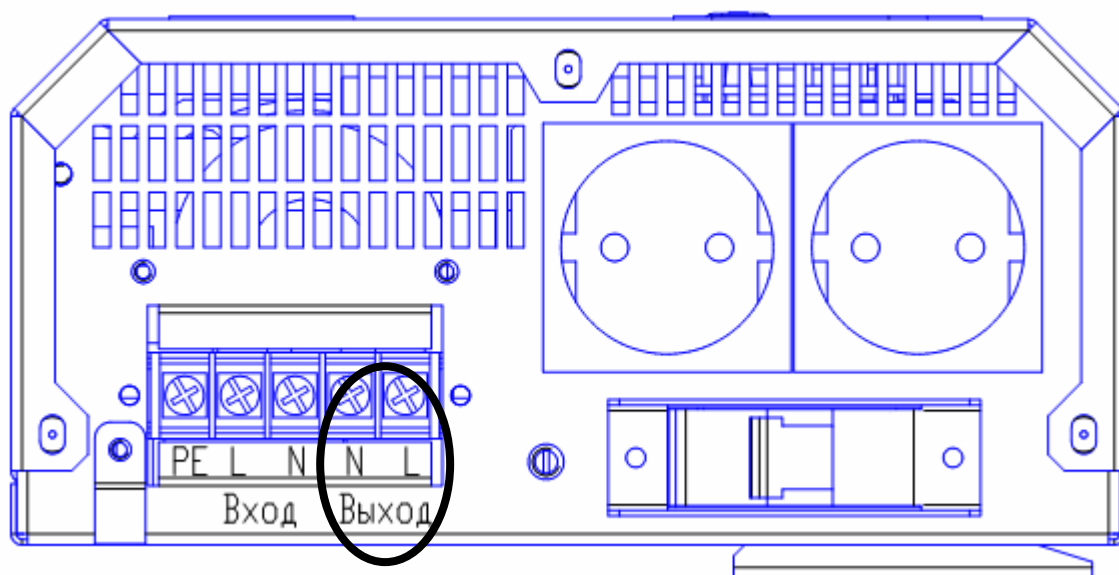

Рисунок 3.3 – Стабилизатор ИнСтаб 3500.
9.2) для модели **ИнСтаб 3500** к розеткам «Выход $\sim 220 \text{ В}$ », расположенным на боковой панели стабилизатора, а так же к клеммной колодке «Выход N-L» (см. рисунок 3.3).